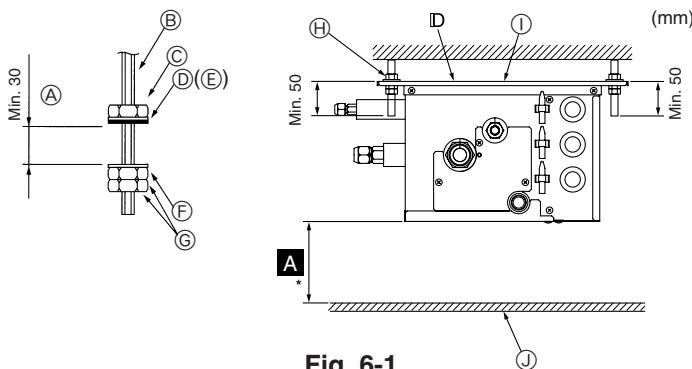

Fig. 6-1
- (2) Rondeları ve somunları (①, ②, bulunduğuuz yerden temin edin) askı civatalarına takın. (Fig. 6-1)
- (3) Üniteyi, askı civatalarına asın.
- (4) Somunları sonuna kadar sıkın (tavan yüksekliğini kontrol edin).
- (5) Şube kutusunu yatay olarak hizalamak için bir su terazisi kullanın.